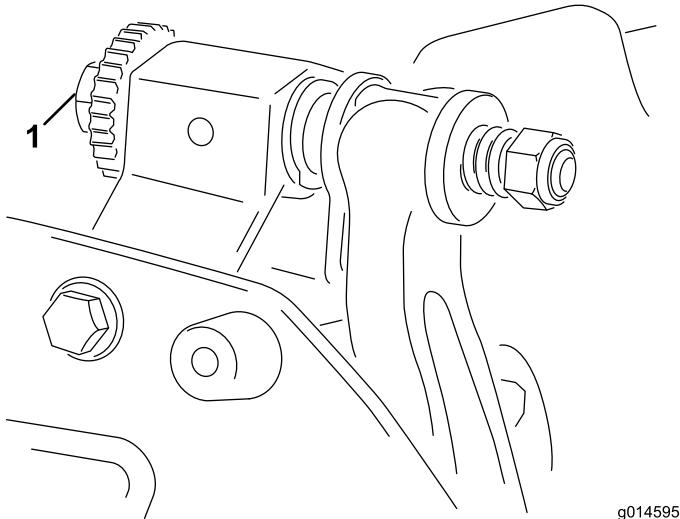

Figura 4
1. Posizionate la macchina su un piano di lavoro pari e uniforme. Accertatevi di eliminare il contatto del cilindro ruotando le viti di regolazione della barra di appoggio in senso antiorario (Figura 4).